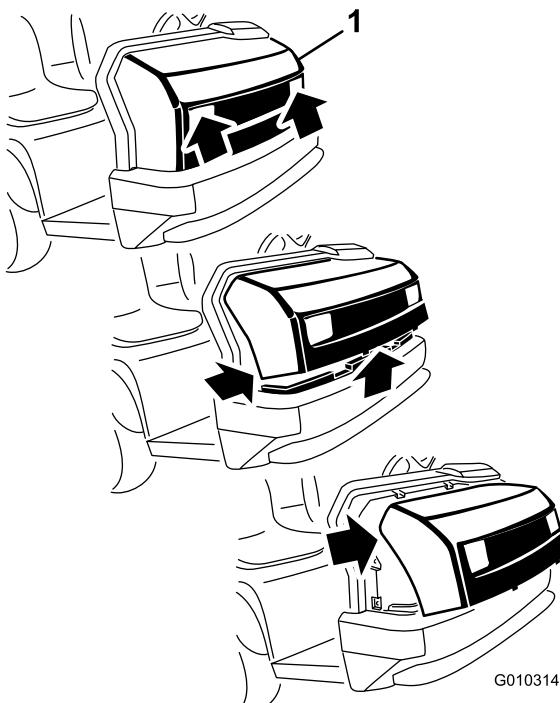

Bild 39
1. Fassen Sie die Motorhaube in den Scheinwerferöffnungen an und heben sie an, um die unteren Befestigungslaschen aus den Rahmenschlitten zu heben (Bild 39).
2. Drehen Sie die Unterseite der Motorhaube nach oben, bis Sie die oberen Befestigungslaschen aus den Rahmenschlitzten ziehen können (Bild 39).
3. Drehen Sie die Oberseite der Motorhaube nach vorne und ziehen Sie die Kabelanschlüsse von den Scheinwerfern ab (Bild 39).